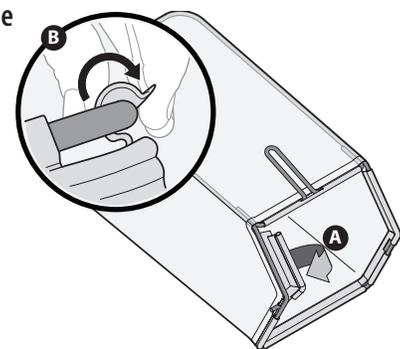

Figure 4
1. Suivez les étapes ci-dessous pour assembler le bac de ramassage. Assurez-vous que le sac est installé du bon côté avant l'assemblage (l'étiquette d'avertissement devra être sur la face extérieure). Consultez la figure 4.